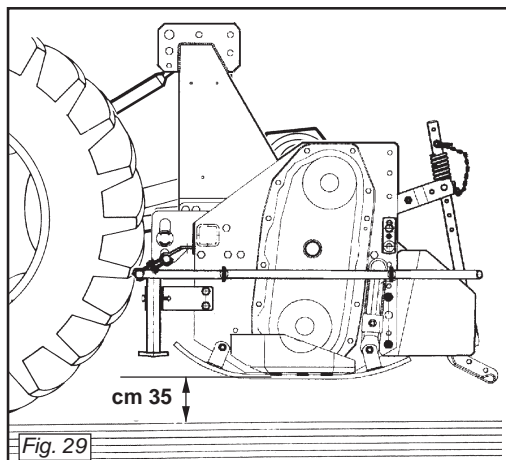

Fig. 29
Sollevarla sempre per i cambiamenti di direzione e le inversioni di marcia. Durante il trasporto, od ogni qualvolta si renda necessario il sollevamento dell'attrezzatura, è opportuno che il gruppo di sollevamento del trattore venga regolato in modo che la macchina stessa non sia sollevata da terra per più di 35 cm circa (Fig. 29). Evitare di immettersi su strade pubbliche con la macchina sporca di terra, erba o quant'altro che produca sporcizia e/o intralcio al traffico stradale. Non far cadere con violenza la macchina sul terreno ma farla scendere lentamente per consentire il graduale inserimento delle lame nel terreno. In caso contrario si provocherebbero forti sollecitazioni su tutti i componenti della macchina stessa che potrebbero comprometterne la loro integrità.
*Always raise the implement in order to reverse or change direction. During transport, or whenever the implement must be raised, it is advisable to adjust the lift unit of the tractor so that the implement itself is not raised more than about 35 cm from the ground (Fig. 29). Do not drive on public highways if the machine is dirtied with soil, grass or anything else that could dirty and/or hamper the road traffic. Lower the machine slowly to allow the blades to gradually penetrate the soil. Do not allow it to drop violently on to the ground. To do this would strongly stress all the machine components and could damage them.*
Das Gerät zum Ändern der Richtung und zum Wenden immer ausheben. Während des Transportes, jedesmal wenn das Ausheben des Gerätes erforderlich wird, sollte der Kraftheber des Schleppers immer so eingestellt werden, daß das Gerät nicht mehr als circa 35 cm Abstand vom Boden aufweist (Abb. 29). Vermeiden Sie es, auf öffentliche Straßen zu fahren, wenn die Maschine mit Erde, Gras oder anderem verschmutzt ist, das die Fahrbahn verschmutzen und/oder den Verkehr behindern kann. Achten Sie darauf, daß das Gerät nicht auf den Boden fällt, sondern langsam gesenkt wird, um zu ermöglichen, daß die Klingen langsam in den Boden eingezogen werden. Anderenfalls würde es zu starken Spannungen in den Bestandteilen der Maschine kommen und ihre Struktur könnte Schaden nehmen.
*Pendant le déplacement et chaque fois qu'il faut relever la houe, veillez à ce que le groupe de relevage du tracteur soit réglé de manière à la soulever au moins de 35 cm (Fig. 29). Éviter de s'engager sur les routes publiques avec la machine souillée de terre, herbe ou autre pouvant salir ou gêner la circulation. Ne pas faire tomber la machine avec violence sur le sol mais la faire descendre lentement pour faire pénétrer les lames graduellement dans le sol. Dans le cas contraire vous risquez de provoquer de fortes contraintes sur tous les composants de la machine pouvant compromettre leur intégrité.*